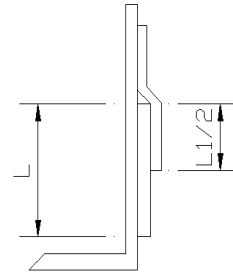

图10
- ① 将装有连通法兰的水盘正确安装在钢结构支撑上。
- ② 清洁连通法兰连接表面，并贴上两条撕去保护纸的密封胶带（如图10所示）。